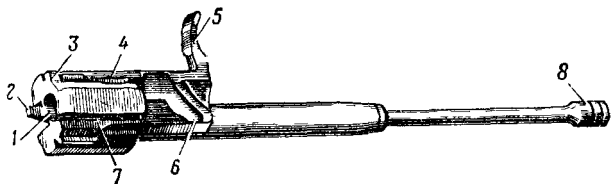

Рис. 37. Затворная рама с газовым поршнем:
17. Затворная рама с газовым поршнем (рис. 37) служит для приведения в действие затвора и ударно-спускового механизма.